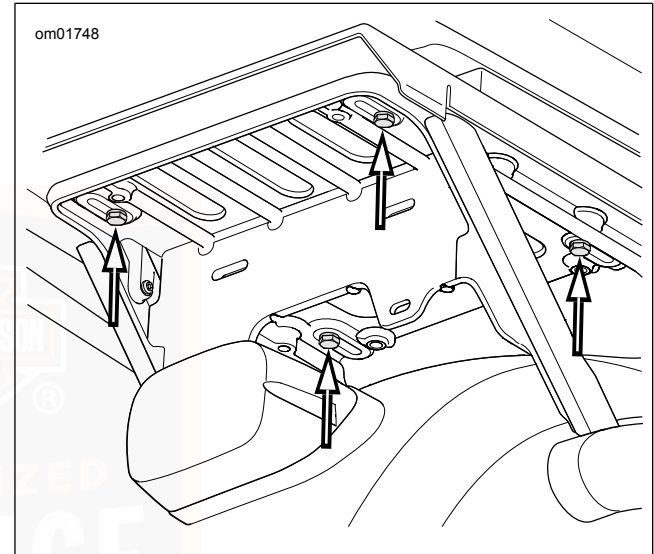

Abbildung 61. Tour-Pak-Halterungsschrauben (APC-Modelle)
1. Siehe Abbildung 61. Die vier Schrauben entfernen, mit denen die Tour-Pak-Halterung am Träger befestigt ist.